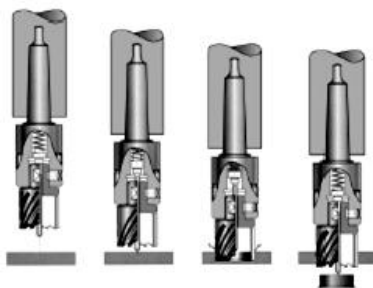

Рис. 1
5. Следите, чтобы никто не находился напротив работающей машины, т.к. в момент окончания сверления, керн, образующийся при просверливании, выталкивается с большой силой и это может быть опасно для лиц, находящихся вблизи см. Рис. 1.